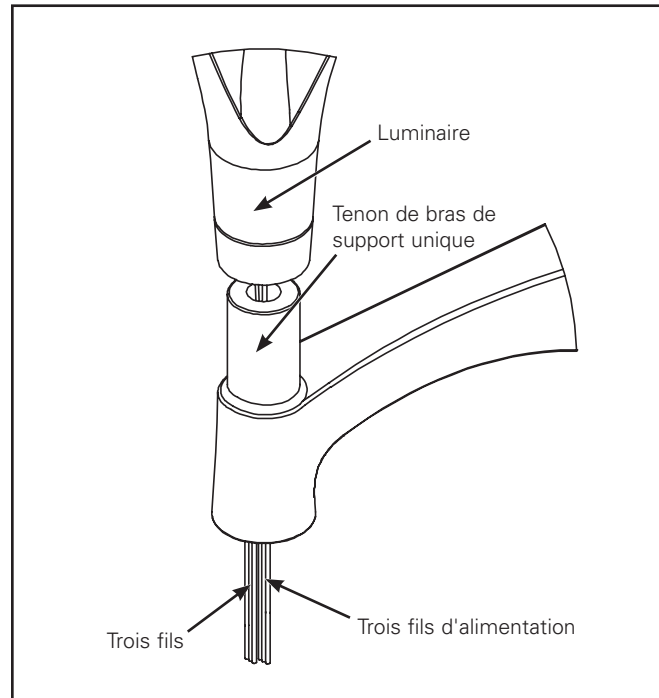

Figure 21.
- Tirez sur les fils du luminaire pour les faire passer à travers le tenon et le trou du capuchon. (Figure 21.)